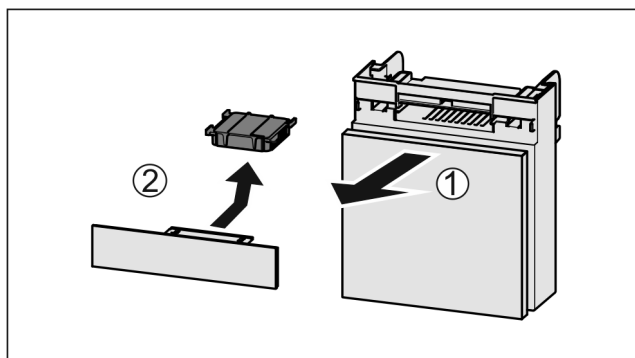

Fig. 183
- Lade vanaf de voorkant eruit trekken Fig. 183 (1).
- Actiefkoolfilter verwijderen Fig. 183 (2).